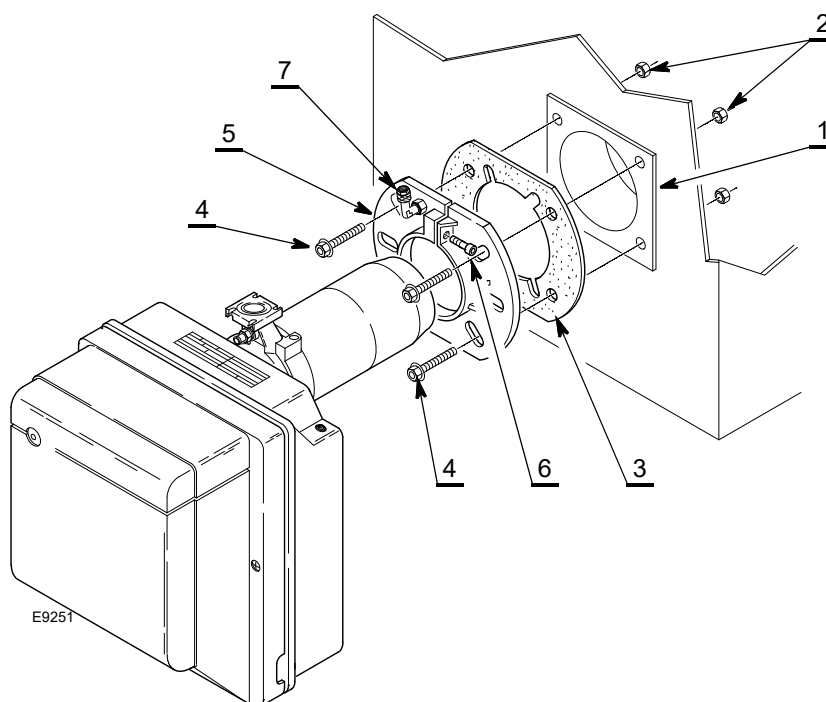

Fig. 10
- Monte en la brida 5 (Fig. 10) la toma de presión 7) suministrada con el quemador.
- Fije la brida 5) en la puerta de caldera 1) (Fig. 10) interponiendo la junta aislante 3) con los cuatro tornillos 4) y (si es necesario) las tuercas 2) sin apretar uno de los dos tornillos superiores 4).